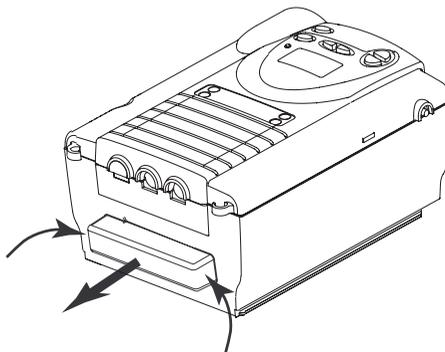

Figure 9-1 Retrait du couvercle des filtres
2. Comme illustré à la figure 9-1, le couvercle des filtres s'enlève en appuyant sur le côté du couvercle du filtre et en tirant.